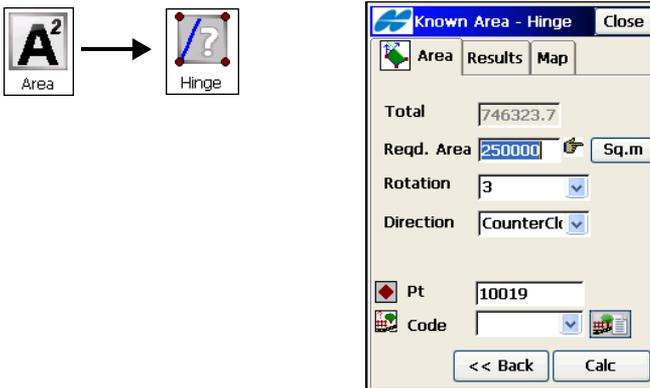

Abbildung 10-13. Bekannte Fläche: mit Sollpunkt: Erstes Register „Fläche“
Das Sollpunktverfahren berechnet im Fenster **Bekannte Fläche: mit Soll-Pkt** (Abbildung 10-13) die Koordinaten eines Punktes, der folgende Bedingungen erfüllt:
1. Wählen Sie die Punktliste, ändern Sie gegebenenfalls die Reihenfolge mit den Pfeiltasten, und tippen Sie auf **Weiter** (Abbildung 10-13).